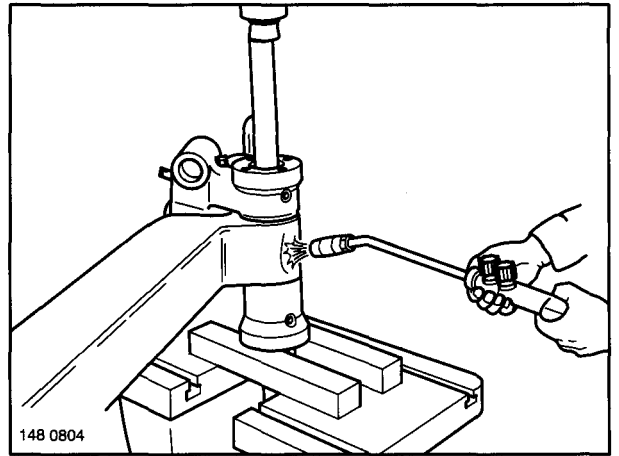

Fig. 4
- (9) Lenkschenkel so unter eine Presse legen, daß die Wellendruckscheiben **unten** liegen und der Lenkschenkel geradesteht (die Wellendruckscheiben liegen ineinander).
- (10) Lenkbolzen mit einem geeigneten Dorn unter leichten Druck setzen.
- (11) Achsfaust an der Stirnseite mit großer Schweißflamme erwärmen (Fig. 4), bis sich der Lenkbolzen löst, dann mit der Presse zügig ganz ausdrücken.